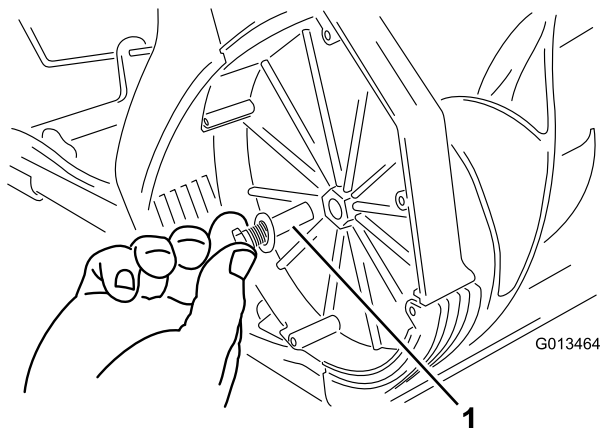

Figure 16
2. Retirez l'axe du rotor (**Figure 16**).